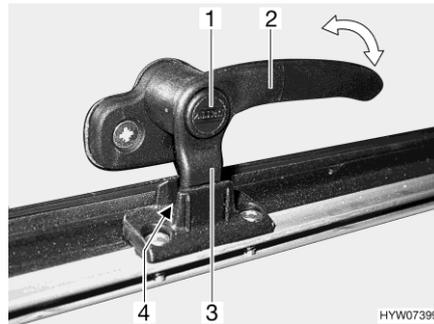
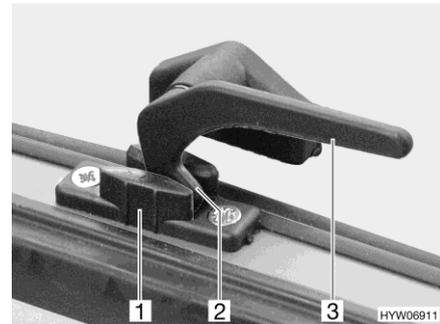

Fig. 121 Leva di serraggio con bottone di sicurezza in posizione "Aerazione continua"
Fig. 122 Leva di serraggio in posizione "Aerazione continua"
- In posizione di "Aerazione continua" (Fig. 121 e Fig. 122)
- Se presente, premere e tenere premuto il bottone di sicurezza (Fig. 121,1).
- Ruotare tutte le leve di serraggio (Fig. 121,2 o Fig. 122,3) di un quarto di giro verso il centro dell'oblò.
- Girare nuovamente all'indietro tutte le leve di serraggio. Contemporaneamente riportare il nasello di chiusura (Fig. 121,3 o Fig. 122,2) nella rientranza del bloccaggio dell'oblò (Fig. 121,4 o Fig. 122,1).